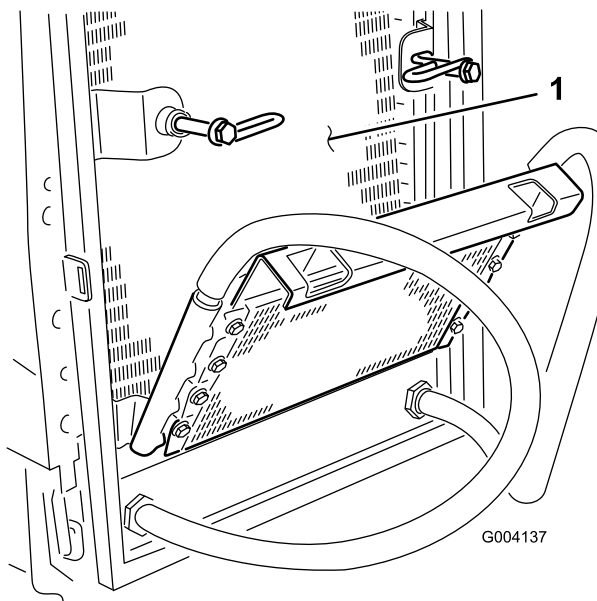

Bild 70
6. Reinigen Sie beide Seiten des Ölkühlers und des Kühlers gründlich mit Druckluft (Bild 70).